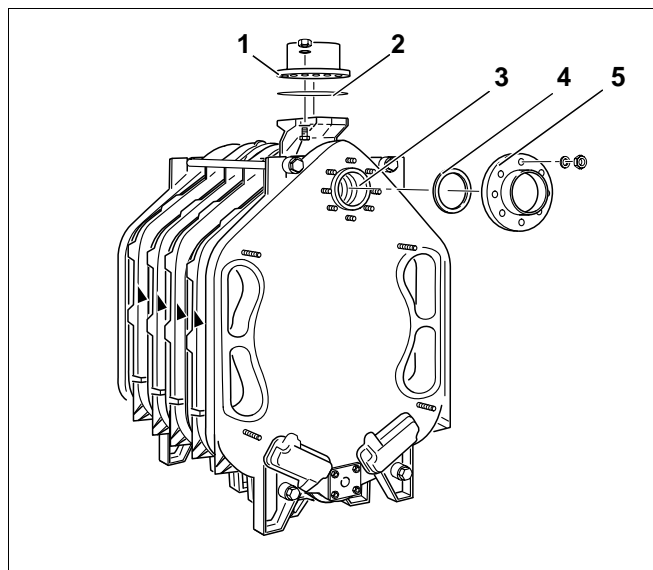

Fig. 25
- Ved den senere tilslutning af returløbet monteres svejseflangen (med påsvejest rørføring) på øverste nippelgang (Fig. 25, **pos. 3**). På figuren ses svejseflangen og pakningen (Fig. 25, **pos. 4 og 5**).
- Fremløbsflangen (Fig. 25, **pos. 1**) med pakning (Fig. 25, **pos. 2**) skal bruges til den efterfølgende tilslutning af fremløbet.